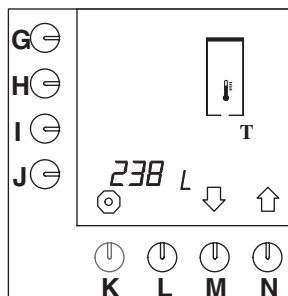

Fig. 29 Totalräkneverk varmvattensystem
- Totalräkneverket visas på displayen. Det totala antalet liter varmvatten som har bryggts under maskinens livslängd kan avläsas på displayen (fig. 29).